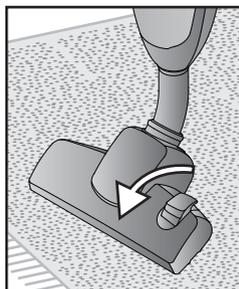

Abb. 4
- Um Teppiche und widerstandsfähige Böden zu reinigen, empfiehlt man, die Borsten nicht zu verwenden. Um die Borsten in die Bürsten einzuziehen, muss man den Auswahlshalter (I) nach oben schieben (Abb. 4).